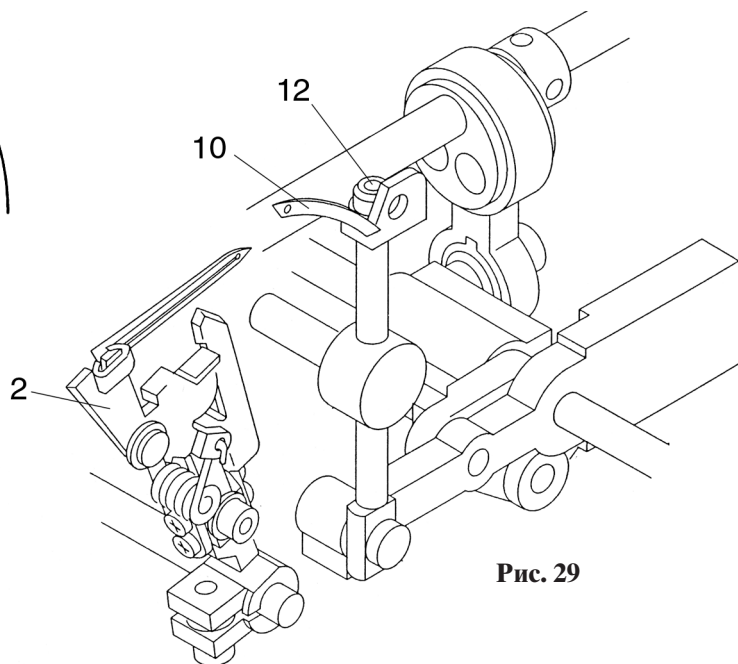

Рис. 29
- Слегка ослабьте винт 12 (рис. 29).
- Затяните винт 12 (рис. 29).